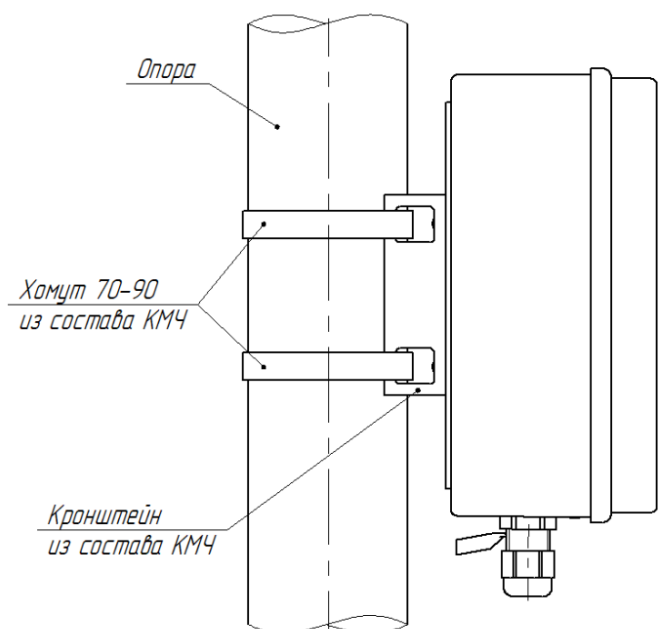

Рисунок 2 – Крепление блока БГр-4 ФРСБ.468244.001 на опоре
3.2 Открыть крышку блока и установить его вблизи извещателя на столбе диаметром от 70 до 90 мм, используя хомуты (из комплекта КМЧ) (рисунок 2), или на стене, используя саморезы с прессшайбой (в комплект поставки не входят) (рисунок 3).